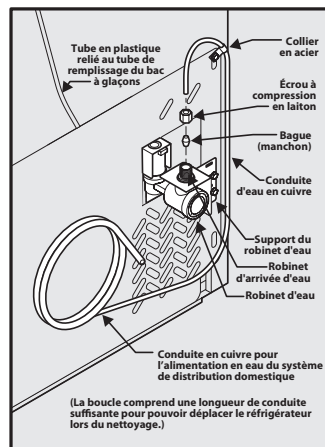

Figure 1
4. **Si vous utilisez des tubes en cuivre** - Glissez l'écrou de compression en cuivre, puis la bague d'extrémité (manchon) sur la conduite d'alimentation en eau. Poussez la conduite d'alimentation en eau dans l'entrée du robinet d'arrivée d'eau aussi loin que possible (6,4 mm / 1/4 po). Glissez la bague d'extrémité (manchon) dans l'entrée du robinet et serrez l'écrou de compression à la main dans le robinet. Serrez d'un autre demi-tour avec une clé; NE PAS serrer trop fort. Voir Figure 1.